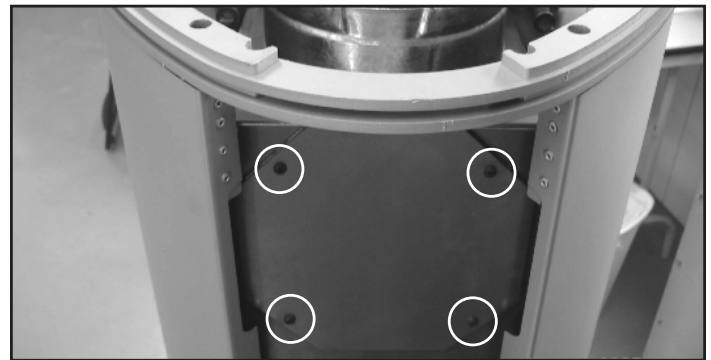

Figure 8.10
6. Retirez les quatre vis de la plaque de couvercle à l'arrière du poêle. Conservez la plaque de couvercle, le joint et les vis. (Voir la figure 8.10).